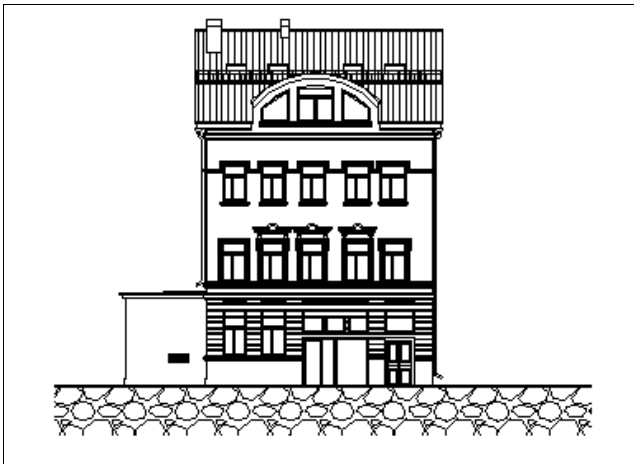

Рис. 10.12. Штриховка области без видимого контура
Временный контур области создается по точкам, задаваемым во время выполнения команды. Чтобы создать штриховку с временным контуром, который становится невидимым после выхода из команды (рис. 10.12), выполните следующие действия:
- Введите в командной строке имя нужного образца штриховки и нажмите клавишу <Enter>, например, GRAVEL (рис. 10.12). Если имя неизвестно, введите вместо имени знак вопроса (?) и нажмите клавишу <Enter>, а затем выберите